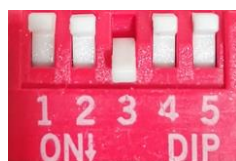

图 6.20 外部航模 PWM 开环拨码开关设置
- 将拨码开关设置为 SW2=OFF（选择开环运行模式），SW3= ON，SW4= OFF，SW5= OFF（选择外部航模 PWM 控制方式），如图 6.20。